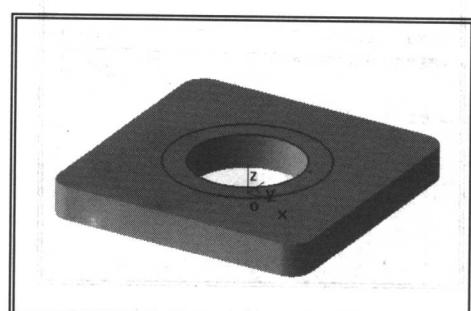

图 0-11 绘制草图结果
(2) 单击工具栏中的“圆”按钮 ，拾取坐标原点为圆心，按 **Enter** 键，在数据输入框中键入“25”，按 **Enter** 键，键入“35”，按 **Enter** 键，在绘图区出现 $R25$ 和 $R35$ 的两个同心圆，点击鼠标右键结束命令，绘制结果如图 0-11 所示。